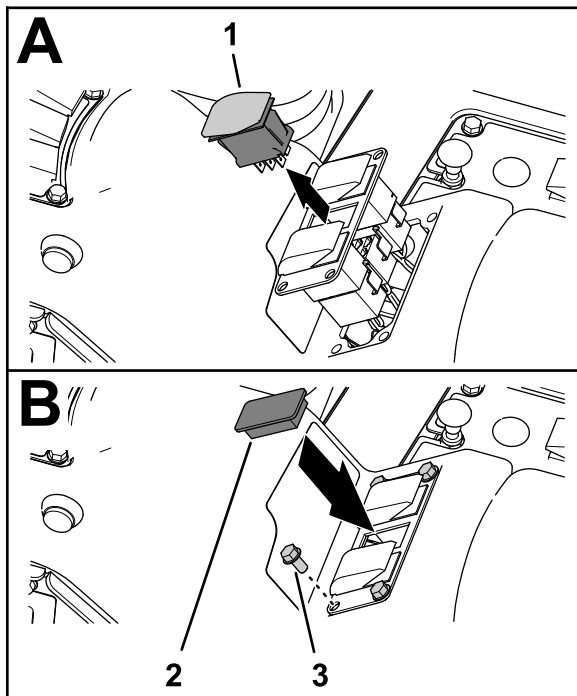

图 34
2. 将喷洒率控制开关的锁定凸耳挤压到一起将开关推出 3 开关面板图 34。
5. 使用在步骤 1 中卸下的 4 个凸缘头螺丝 $\frac{1}{4} \times \frac{1}{2}$ 英寸将 3 开关面板组装到控制台上图 34。